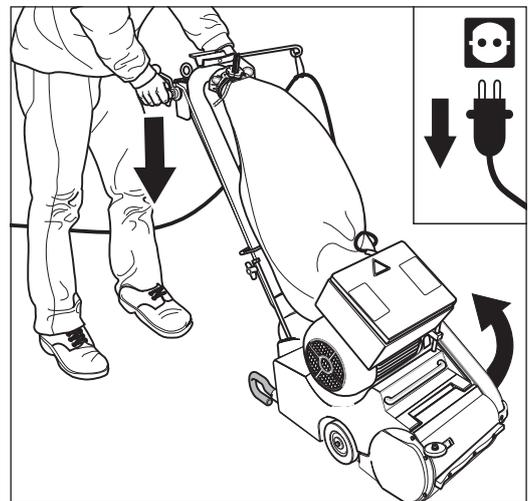
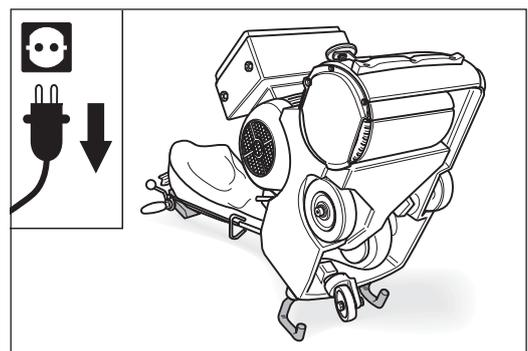

Abb. 75 Den Netzstecker aus der Steckdose ziehen und die Maschine über die Sturzbügel nach hinten kippen.
Abb. 76 Die Maschine vorsichtig auf dem Boden ablegen. **Auf einen sicheren Stand der Maschine achten!**
- 3 Kippen Sie die Maschine über die Sturzbügel nach hinten (Abb. 75) und legen Sie die Maschine vorsichtig auf dem Boden ab (Abb. 76). **Achten Sie auf einen sicheren Stand der Maschine!**